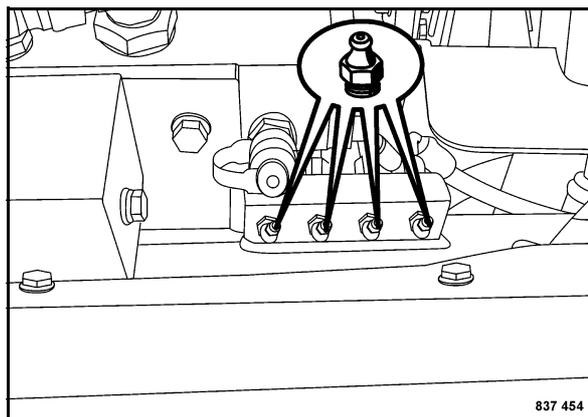

Fig. 149
- Pulire i nippoli ingrassatori della barra costipazione sul lato destro e sinistro del ferro da stiro (Fig. 149).